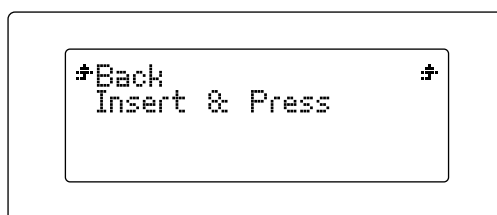

Figure 3.17 Message Insert and Press
- 1 Allez sur **Control > Filament > Load**. L'extrudeuse commencera à chauffer jusqu'à atteindre 220 °C. Sur l'écran LCD, vous pouvez visualiser comment la température augmente. Après avoir atteint la température nécessaire, le message **Insert & Press** s'affichera (fig. 3.17).